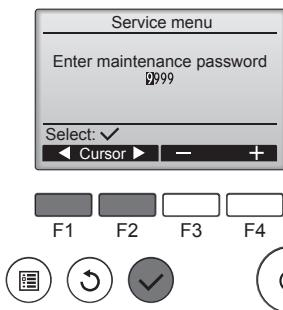

Fig. 7-2
① Selecteer "Service" in het Hoofdmenu en druk op de toets ②.
② Wanneer het menu Service geselecteerd is, verschijnt er een scherm dat om een wachtwoord vraagt. (Fig. 7-2)